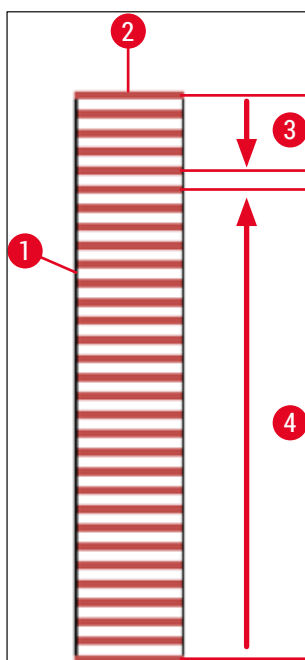

Fig. 74
De første fem objektglas får altid påsat dækglass først, så de ikke tørrer ud under behandling. Derefter flytter stativet opad og fortsætter påsætning af dækglass med det sidste objektglas i stativet (→ Fig. 74).
- Den skematiske visning (→ Fig. 74) af et stativ (→ Fig. 74-1) med isatte objektglas (→ Fig. 74-2) illustrerer rækkefølgen under behandling.